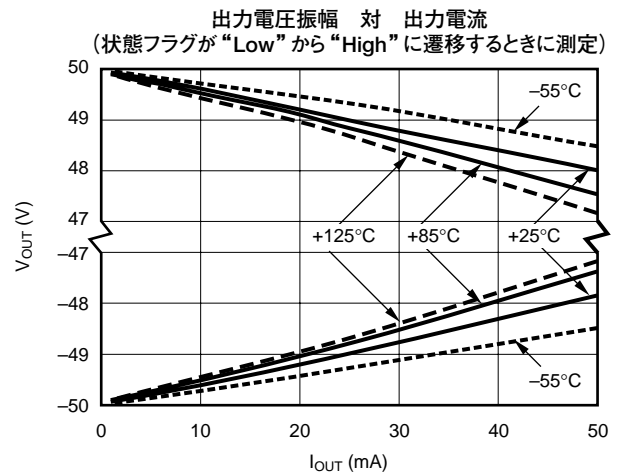

図 11
(9) 代表的特性曲線の「出力電圧振幅 対 出力電流」(図11)をご覧ください。